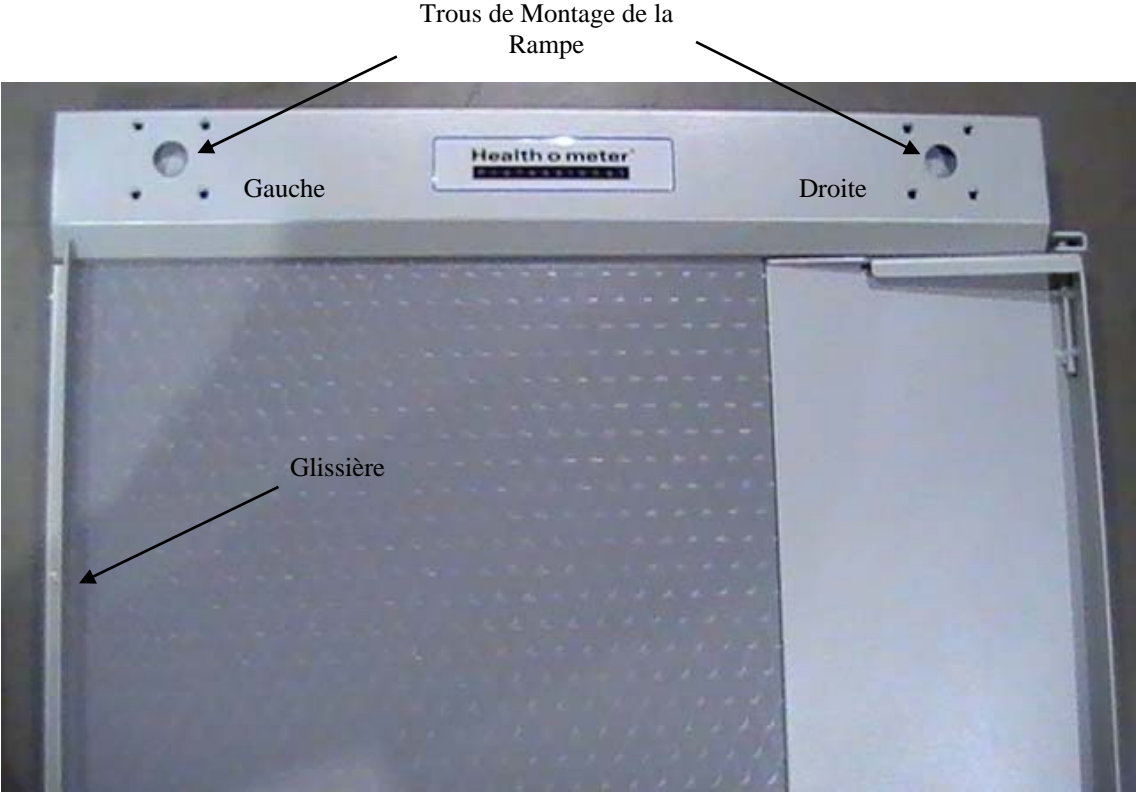

Figure 3
4. Positionnez la rampe par dessus les trous de montage droits et gauches de la rampe sur la plateforme (voir Figure 3).
2. Sur le côté de la plateforme opposé à la rampe, enlevez la glissière de sécurité montée au bout de la plateforme en dévissant et enlevant les 4 vis d'assemblage de la glissière de sécurité (voir Figure 3).